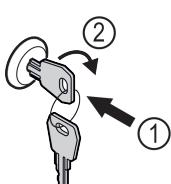

Fig. 196 例图
- ▶ 按入钥匙 Fig. 196 (1)。
- ▶ 将钥匙顺时针转动 90° Fig. 196 (2)。